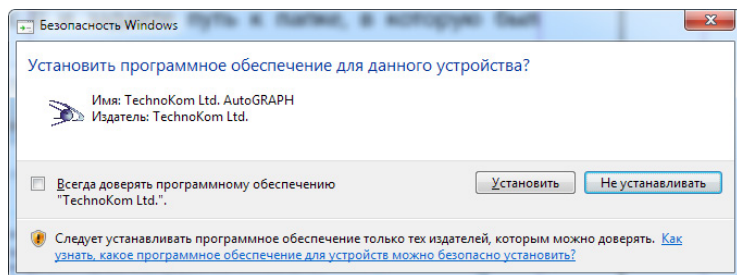

Рис.3. Предупреждение системы.
5. В ответ на предупреждение системы нажмите «Установить» (Рис.3).